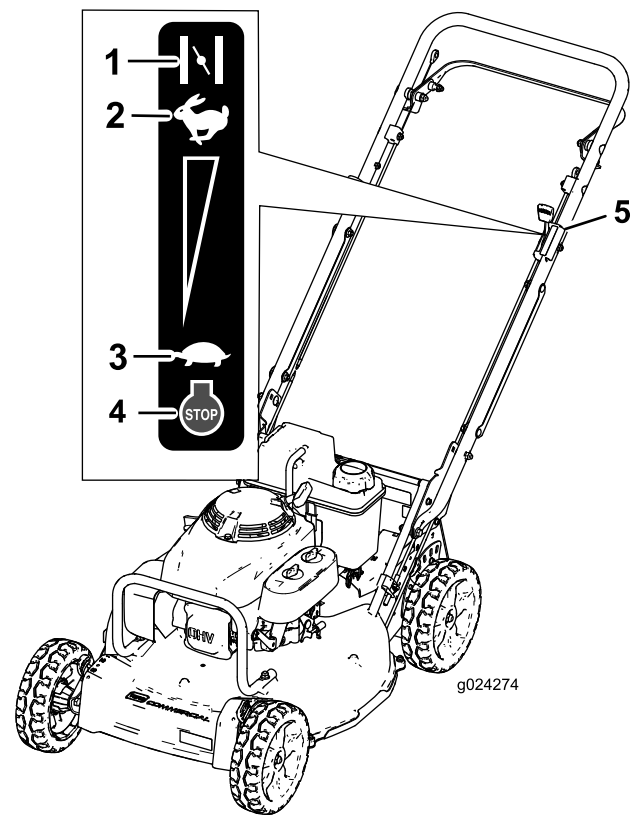

Figure 16
3. Réglez la commande d'accélérateur en position STARTER (Figure 16).
5. Lorsque le moteur démarre, amenez la commande d'accélérateur en position haut régime (Figure 16).
Relâchez la barre de commande de la lame et placez la commande d'accélérateur en position ARRÊT (Figure 16).